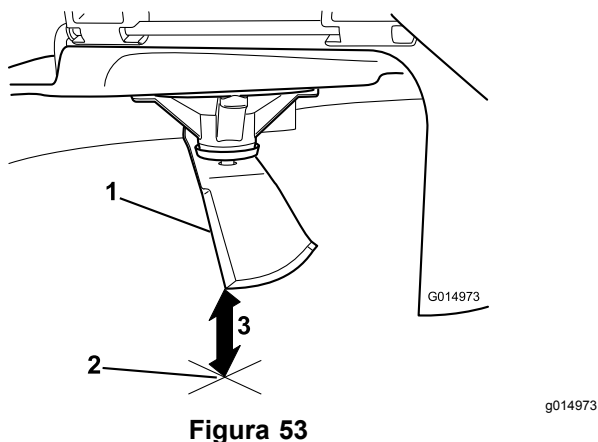

**Figura 52**
4. Gire la misma cuchilla 180 grados de manera que el otro filo de corte esté en la misma posición (Figura 52).